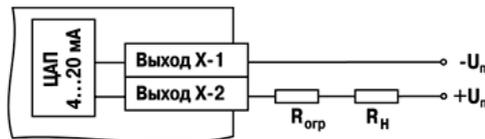

Рисунок 3.6
**Формирователь токового сигнала (выход «И»)** преобразует на активной нагрузке Rн значение на выходе в токовый сигнал 4...20 мА (см. рисунок 3.6).